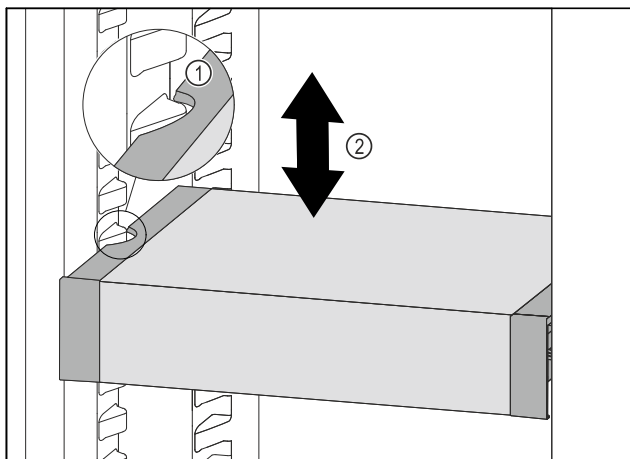

Fig. 195
- ▶ Тяните VarioSafe вперед, пока боковые выемки VarioSafe не окажутся на высоте выступа резервуара в холодильном отделении. Fig. 195 (1)
- ▶ Двигайте VarioSafe в холодильном отделении вверх или вниз, пока не будет достигнута требуемая высота. Fig. 195 (2)